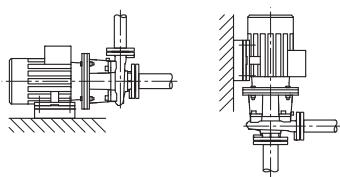
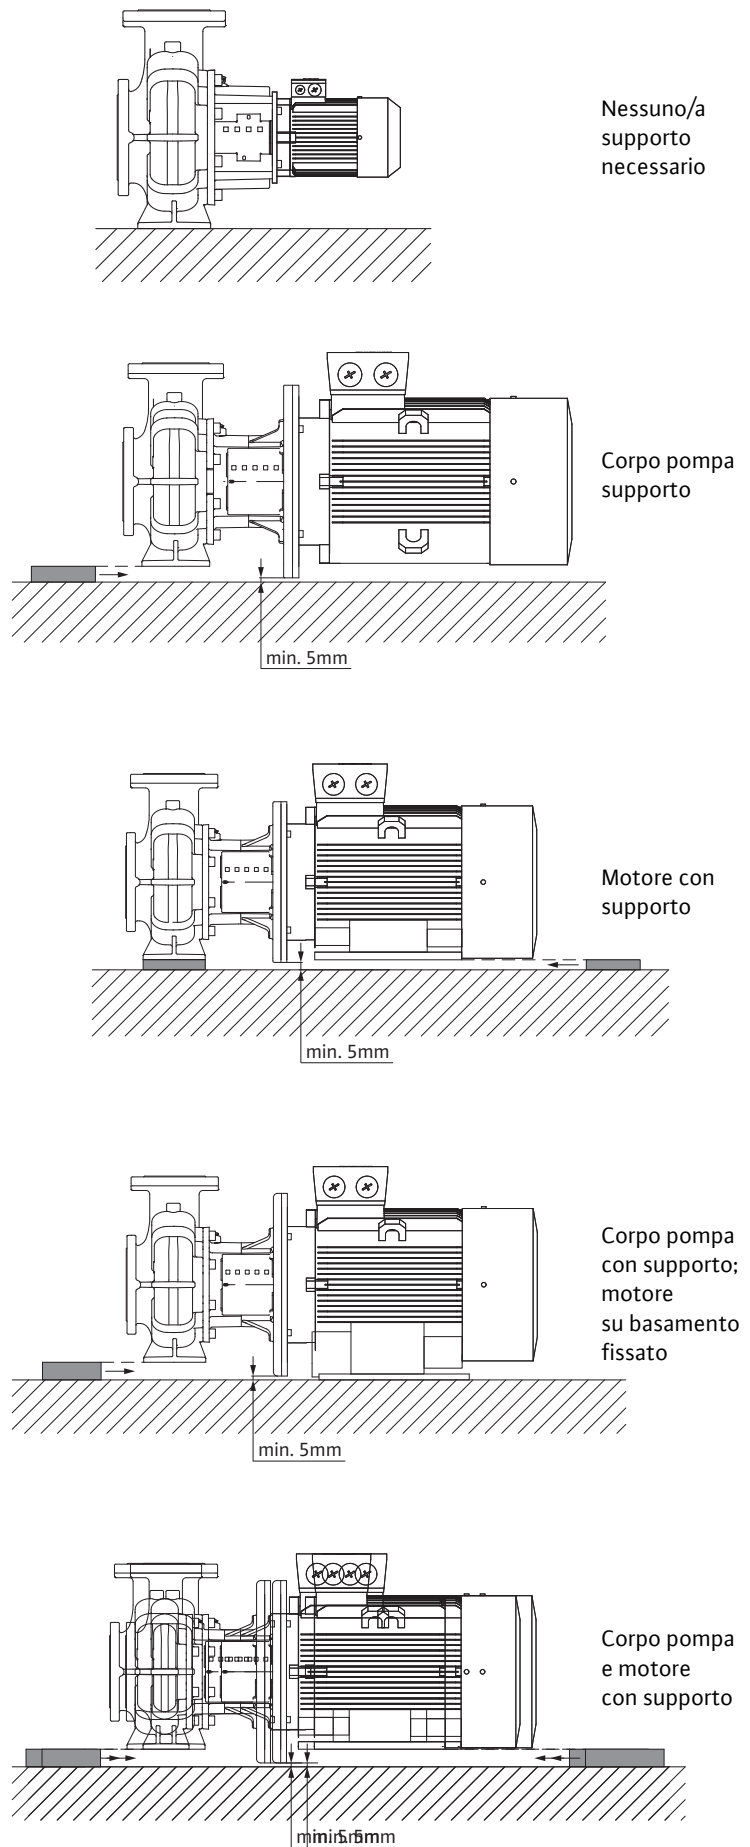

Fig. 41: Versione BL
Fig. 42: Esempi di installazione BL
- Le pompe monoblocco della serie BL devono essere provviste di fondamenta o mensole adeguate (Fig. 41). Nelle pompe di tipo BL, il motore deve supportare una potenza motore di almeno 18,5 kW, vedi esempi di installazione BL (Fig. 42).